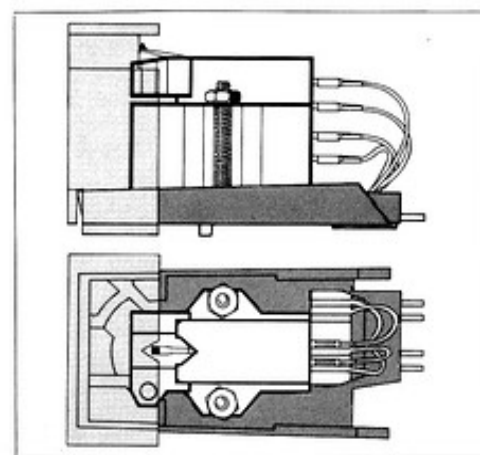

Fig. 14
1. Vous pouvez retirer le porte-cellule (6) du bras en repoussant la poignée (4) du bras vers l'arrière. Maintenez en même temps le porte- cellule qui tombe après ouverture du ver- rouillage.
2. Fixez la cellule sur le porte-cellule en utilisant les accessoires joints à la cellule. Vérifiez que la pointe de lecture — vue de haut — se superpose à l'encoche en forme de V du gabarit de la cellule (Fig. 14).
1. Detach the cartridge holder (6) from the tonearm by pressing the tonearm lift (4) backward, while holding the cartridge holder with your hand to prevent its falling down when the lock is released.
2. Using the hardware provided, mount the cartridge on the cartridge holder. Make sure that the V-shaped recess of the stylus tip — as seen from above — covers the cartridge gauge (Fig. 14).
tastnadelspitze – von oben betrachtet – mit der V-förmigen Aussparung der Systemlehre deckt (Fig. 14).